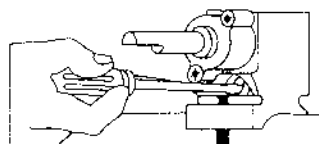

Рис. 23
3. Для плит с переключателями мощности появляется доступ к внутреннему пространству через отверстие, которое видно после демонтажа ручки переключателя мощности. В этом отверстии располагается перепускной регулировочный винт (рис. 23). Чтобы легче получить доступ к этому регулировочному винту в плитах без переключателей